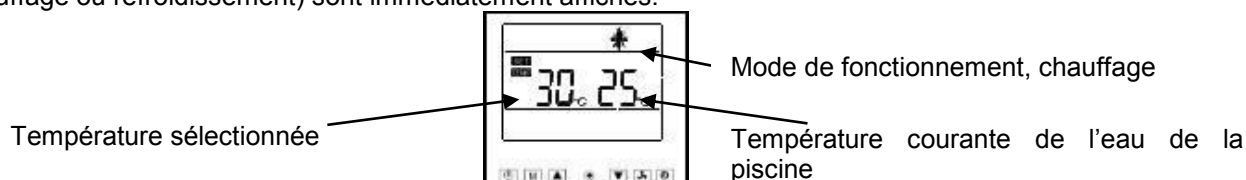
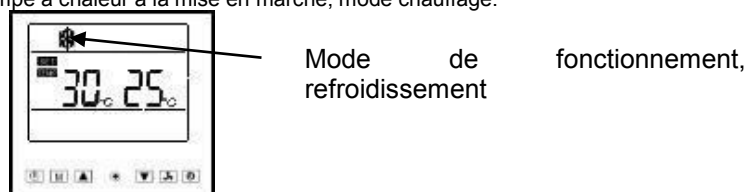

Figure 10: Afficheur de la pompe à chaleur à la mise en marche, mode chauffage.
Figure 11: Afficheur de la pompe à chaleur à la mise en marche, mode refroidissement.
Pour mettre la pompe à chaleur en marche, appuyer sur le bouton . La pompe se met en marche dans les 3 minutes qui suivent. Le dernier mode de fonctionnement choisi (chauffage ou refroidissement), voir Figure 10, Figure 11, la dernière température sélectionnée et la température courante de l'eau de la piscine (chauffage ou refroidissement) sont immédiatement affichés.
- Chauffage, le symbole  est affiché, voir Figure 10.
- Refroidissement, le symbole  est affiché, voir Figure 11.
Il est possible d'afficher la température relevée par chaque sonde en appuyant sur la touche  pendant 3 secondes quand la pompe est en marche, voir Paragraphe 5.2.4. Pour afficher les températures relevées par les différentes sondes, appuyer sur la touche . La température relevée par la sonde est affichée pendant 10 secondes. Le fait de n'appuyer sur aucune touche ou d'appuyer sur la touche  permet de retourner aux informations habituelles, voir Figure 10 et Figure 11.